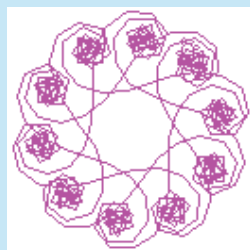

图 2.21 图形示意图
10. 设计一个带参数的递归过程，指挥小海龟画出图 2.21 所示的图形。